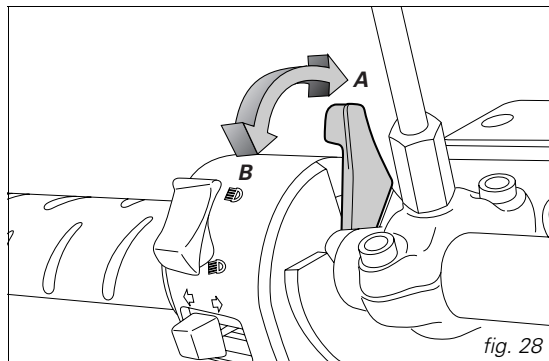

fig. 28
2) Déplacez le levier de starter en position (B, fig. 28).
5) Au fur et à mesure que le moteur monte en température, portez progressivement le levier de starter en position verticale (A, fig. 28). Le moteur à température de fonctionnement devra tenir le ralenti, le starter totalement fermé.